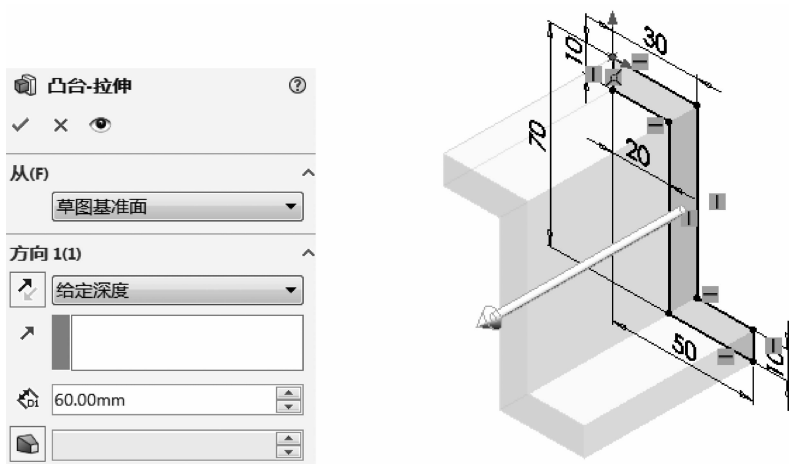

图 1-33 设定深度为“60mm”
(5) 选用特征。调出【特征】工具栏,单击【拉伸凸台/基体】按钮,出现【凸台-拉伸】属性管理器,在【方向 1(1)】下拉列表框中选择【给定深度】,在【深度】文本框中输入“60mm”,单击【确定】按钮,如图 1-33 所示。